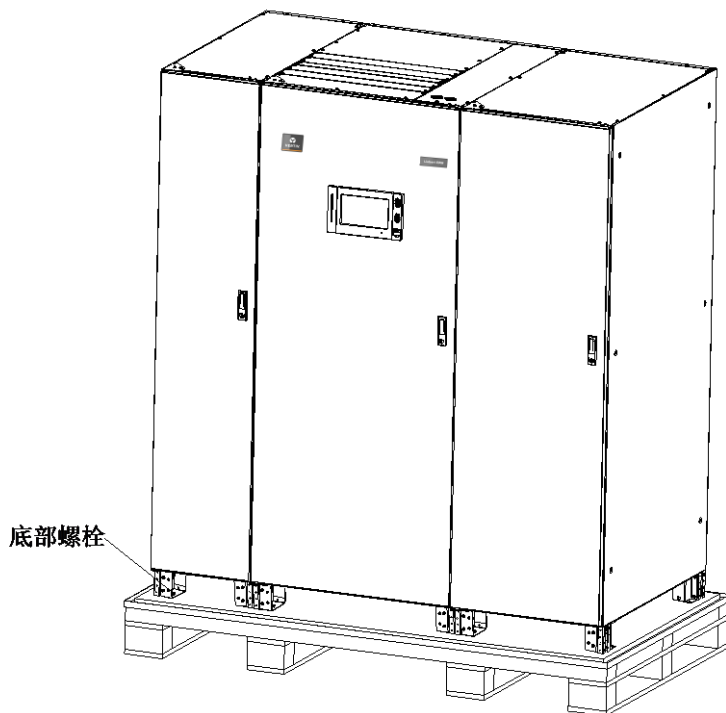
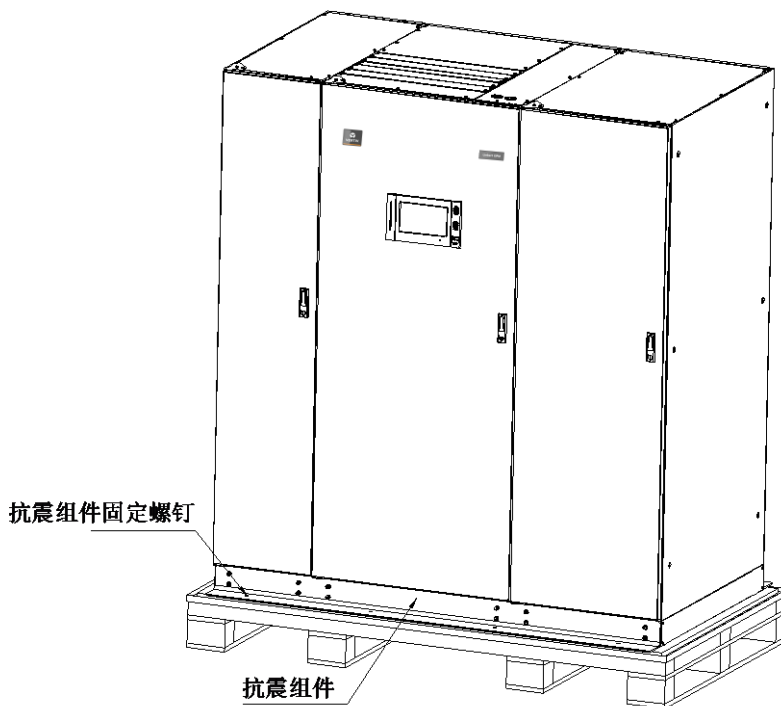

图2-4 拆除机柜地脚螺栓
图2-5 拆除防震组件固定螺栓（前后共 8 个）
3. 如图 2-4 所示，拆除机柜底部的螺栓。机柜如有防震组件，则按照图 2-5 所示拆除防震组件，然后用叉车将机柜移至安装位置即可。